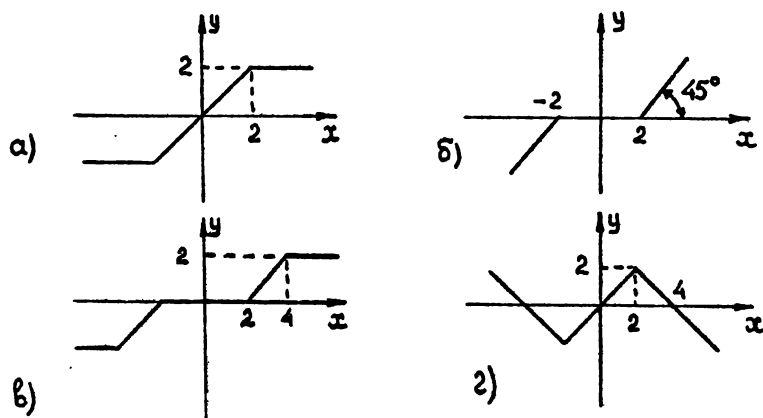

Рис.33
15.* Рассчитайте амплитуды гармонических составляющих a_n и фазовые сдвиги φ_n первых пяти гармоник ($n = 1, 2, \dots, 5$) в зависимости от амплитуды входной синусоиды для нелинейностей, изображенных на рис. 33.
16. Исследуйте экспериментально спектр сигналов на выходе нелинейностей, изображенных на рис.33; результаты измерения амплитуд гармоник a_n и их фазовых сдвигов φ_n ($n = 1, 2, \dots, 5$) изобразите графически в зависимости от амплитуды синусоиды на входе нелинейности.